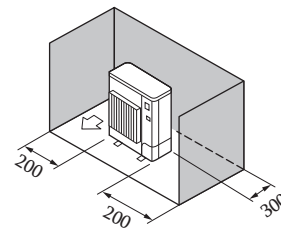

Fig. 2-9
- ③ Շրջապատող իրեր՝ միայն հետևի մասում և կողքերից (Fig. 2-9)